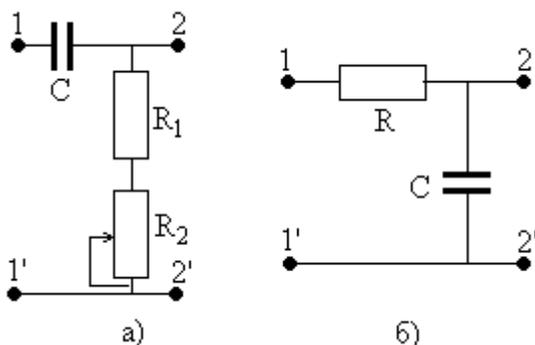

Рис. 41
В качестве исследуемой используется либо дифференцирующая цепь (рис.41а), либо интегрирующая цепь (рис. 41б).
2.1. Выберите для исследования дифференцирующую RC цепь (рис. 41а), установите минимальное сопротивление R_2 .
3.1. Подключите в качестве исследуемой интегрирующую цепь (рис. 41б).